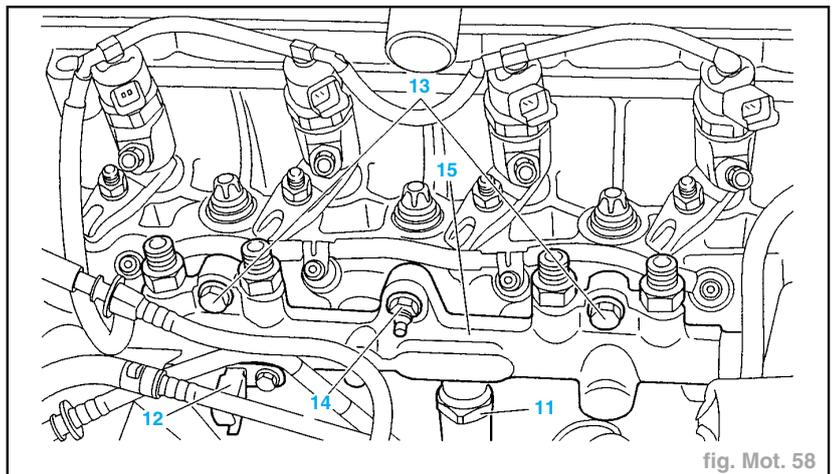

fig. Mot. 58
- Déconnecter (fig. Mot. 58) :
- le capteur haute pression carburant (11),
- la sonde de température carburant (12).
- les vis (13),
- l'écrou (14),
- la rampe (15) d'injection commune haute pression carburant.